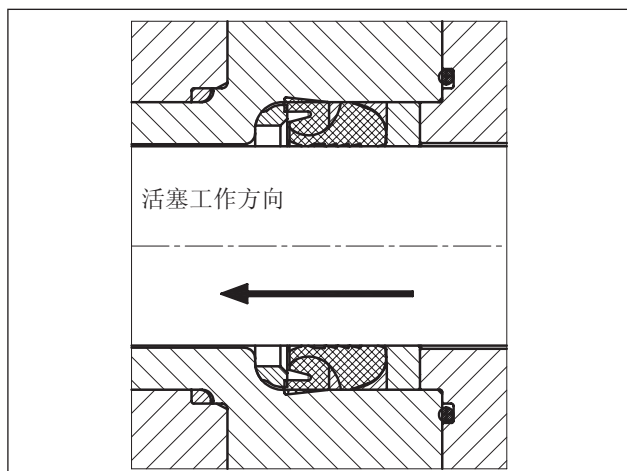

图 199
H. P. (高压) 密封件必须如图图 197和图 199所示插入高压密封件支架内。